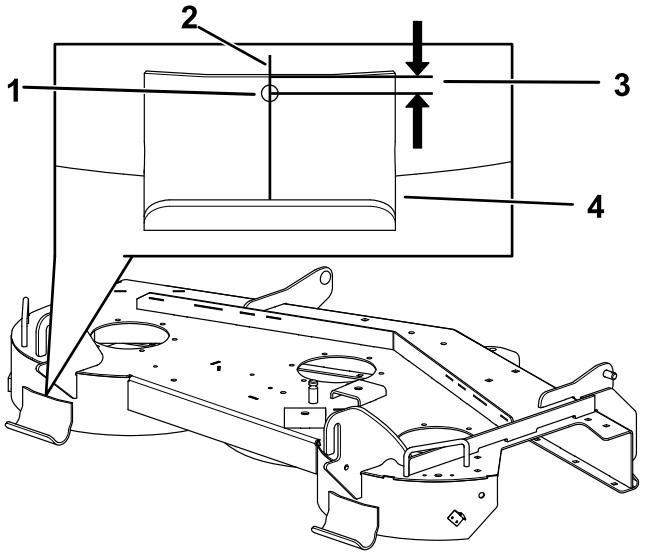

Bild 1
Messen und markieren Sie 9,5 mm von der Mitte der Oberseite der linken Kufe (Bild 1).
2. Bohren Sie ein Loch an der markierten Position mit einem 9/32" Bohrer (Bild 1).